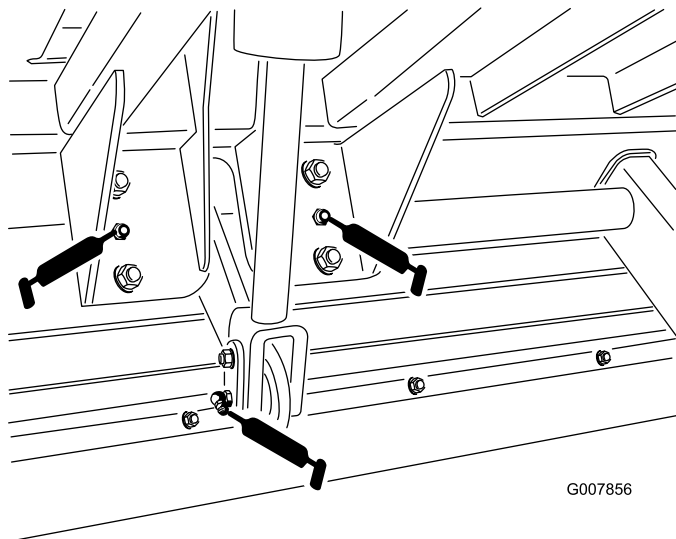
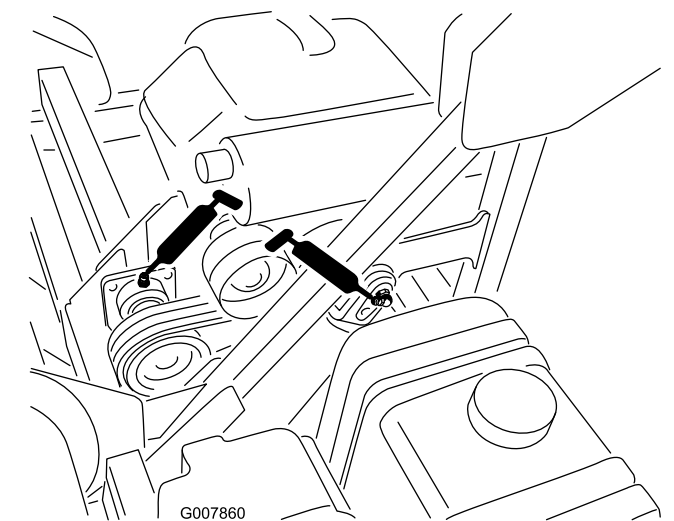

Figura 38
Figura 41
- Cilindro de elevação (2); consulte Figura 38 e Figura 41.
- Eixo de elevação (2); consulte Figura 38.
- Eixo do macaco (2); consulte Figura 41.